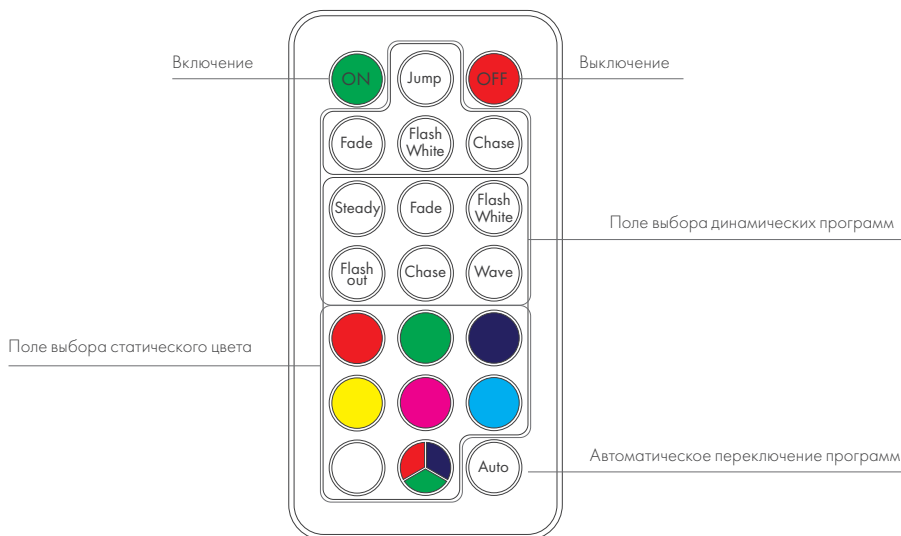

Рис. 2. Пульт ДУ контроллера
3.3. Подключите шнур питания контроллера к сети AC 230 В и проверьте работу гирлянды во всех режимах, управляя контроллером с помощью пульта ДУ. Расположение и назначение клавиш управления приведено на рис. 2.